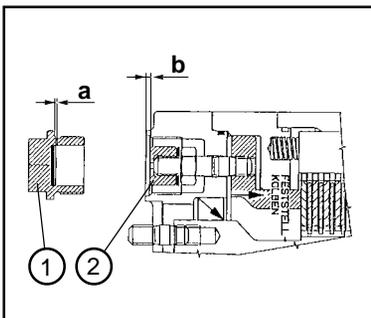

Bild 8-34
- (5) Lüftspiel ($l = b - a$) (Bild 8-34) ermitteln. Dazu ist das Abstandsmaß "a" (8-34/a) zwischen Anschlagsscheiben und Einschraubkante der Verschlusschraube sowie das Maß "b" (8-34/b) zwischen Hülse und Ansenkung Gehäuse zu ermitteln.